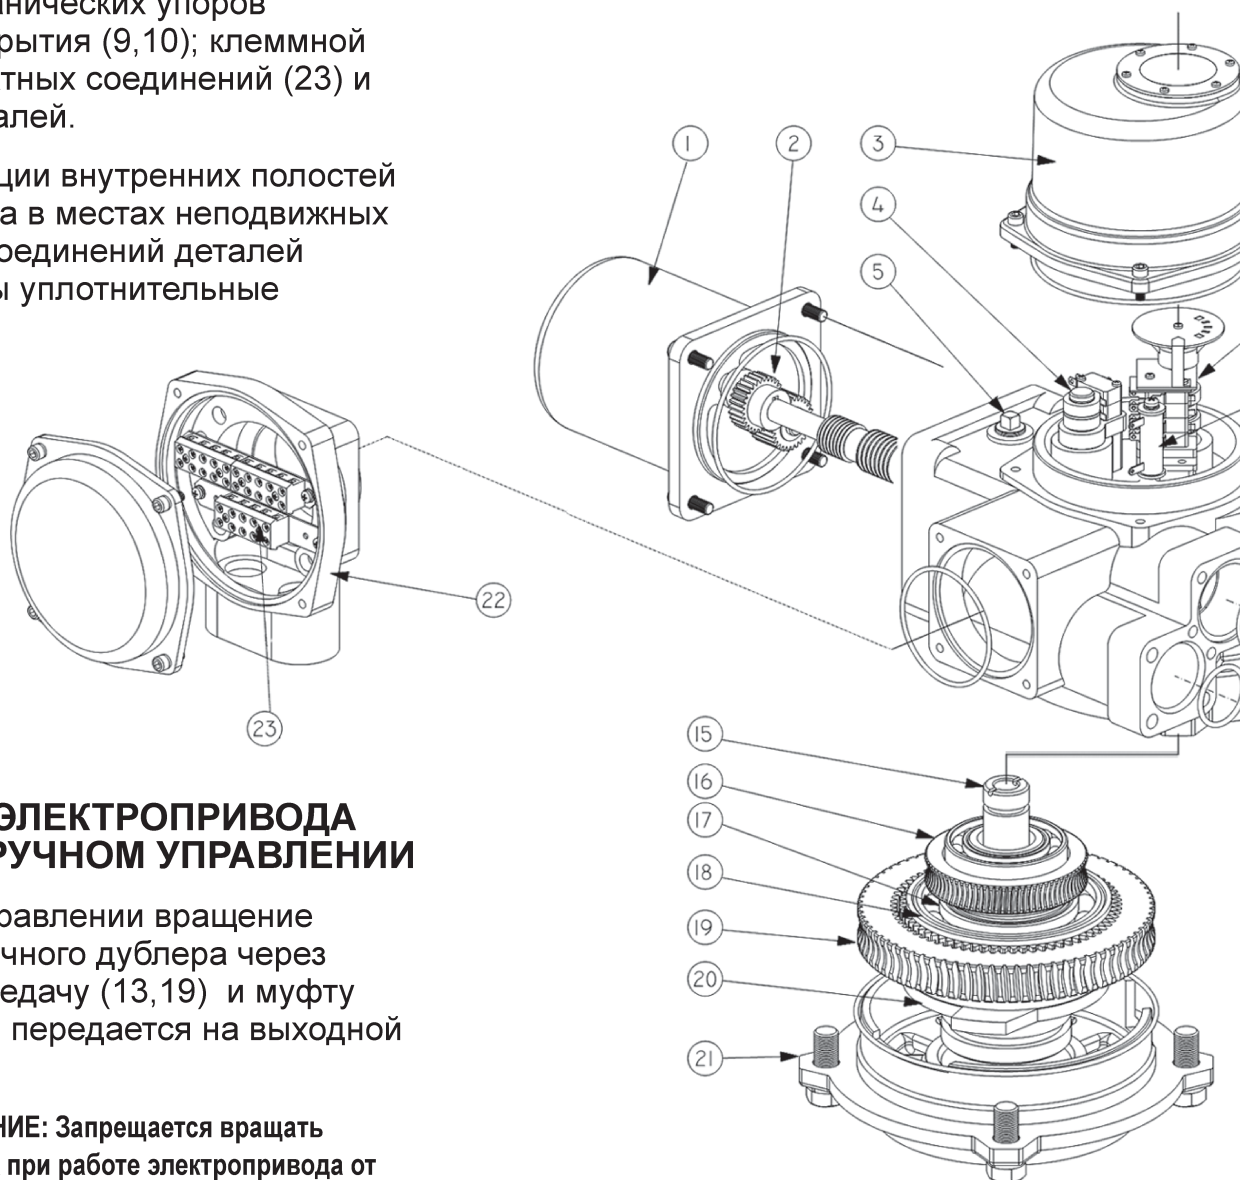
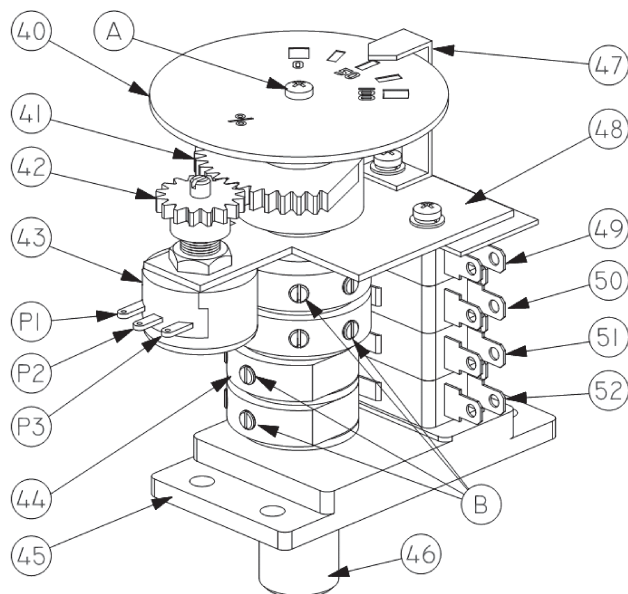
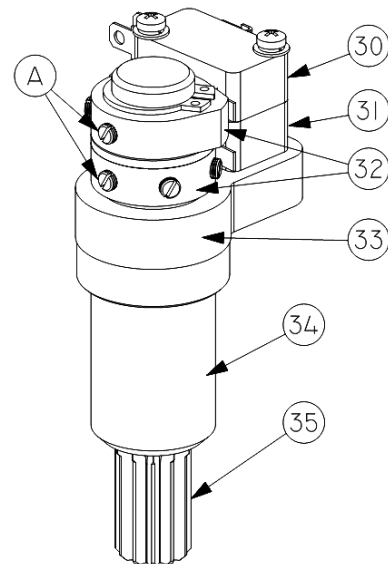

Рис. 1 Электропривод ГЗ-ОФ
Рис. 2 Индикатор положения затвора арматуры
Рис.3 Двухсторонняя муфта ограничения крутящего момента
Электропривод состоит из следующих узлов и деталей (рис. 1): электродвигателя (1); силового редуктора, в состав которого входит: червячный редуктор (11, 16), червячный редуктор маховика ручного дублера (13, 19) и планетарная передача (18); двухсторонней муфты ограничения крутящего момента (моментной муфты) (4); ограничителя хода выходного вала (6); индикатора положения затвора арматуры (40, 47) (рис. 2); выходного вала (15); механических упоров открытия и закрытия (9, 10); клеммной колодки контактных соединений (23) и корпусных деталей.
Вращение электродвигателя (1) через прямозубую цилиндрическую шестерню (2) передается на червячный редуктор (11, 16), который соединен через планетарную передачу (18) с муфтой сцепления (20). Вращение муфты сцепления обеспечивает вращательное движение выходного вала (15). Выходной вал электропривода механически связан с индикатором положения затвора арматуры (40, 47) (рис. 2) и ограничителем хода
Ограничитель хода выходного вала (6) механически связан с выходным валом (15). При достижении ограничителем хода выходного вала заданных параметров микровыключатели (49,50,51,52) (рис.2) отключают электропитание электродвигателя.
Индикатор положения затвора арматуры (40,47) (рис. 2) механически связан с валом ограничителя хода выходного вала. После надлежащей настройки указания индикатора соответствуют определенным положениям затвора арматуры независимо от режима работы электропривода – ручного или электрического.
При достижении предварительно установленной величины крутящего момента в положении ЗАКРЫТО или ОТКРЫТО, либо в случае аварийного заклинивания штока затвора арматуры в промежуточном положении, выходной вал (15) (рис.1) с червячным колесом (16) останавливается, а червяк (11), ввинчиваясь в венец червячного колеса (16), вследствие продолжающегося вращения ротора электродвигателя, начинает перемещаться в осевом направлении, сжимая тарельчатые пружины (12). Величина сжатия тарельчатых пружин определена настроенным крутящим моментом моментной муфты. Поступательное движение червяка (11) приводит к вращению вала моментной муфты (34) (рис.3). Кулачки (32), расположенные на валу моментной муфты, нажимают кнопки муфтовых микровыключателей (30, 31), размыкая цепь управления питанием электродвигателя электропривода.
## 2.6 МЕХАНИЧЕСКИЕ УПОРЫ (рис. 1)